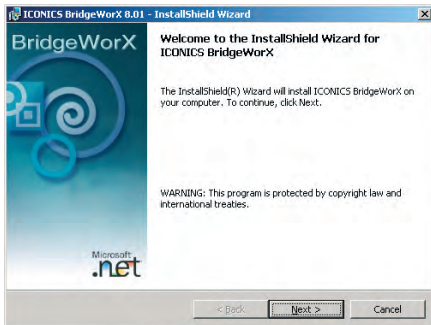

Рис. 12. Мастер установки BridgeWorX
2. На экран будет выведено приглашение Мастера установки, показанное на рис. 12. Нажмите кнопку **Next** (Далее).